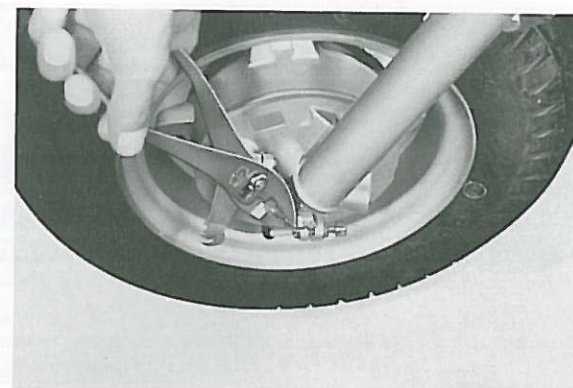

Fig. 5-1-3
3. Remove cotter pin from front axle. (Fig. 5-1-3)
3. Enlever la goupille fendue de l'axe de roue avant. (Fig. 5-1-3)
3. Splint der Vorderachsmutter entfernen. (Fig. 5-1-3)